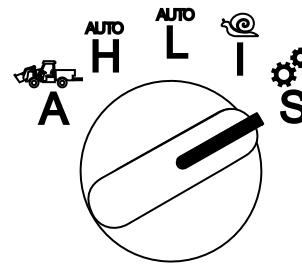

Рисунок 19
1. Поверните переключатель выбора режима работы в положение S (Рисунок 19).